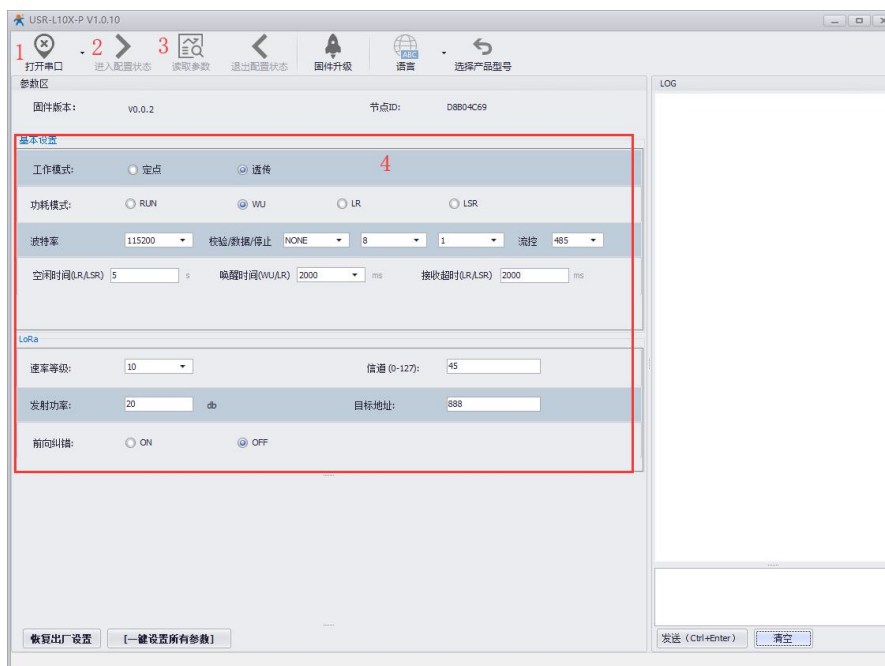

图 1 参数设置
2. 打开 LoRa 设置软件（如图 1），依次点击打开串口(115200,8,1,NONE,NFC)、进入配置状态、读出参数、配置上表中的参数、重启，关闭 LoRa 设置软件。